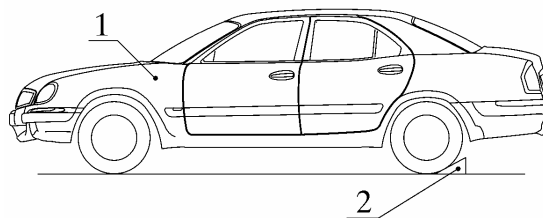

Рис. 3. Установка автомобиля на смотровую яму:
4.1. Установить автомобиль 1 (рис. 3) на смотровую яму (или подъемник), выключить зажигание, установить рычаг КПП в нейтральное положение, затормозить автомобиль стояночным тормозом, установить под задние колеса два противооткатных упора 2, открыть капот (подъемник типа П-174 ГАРО, упоры типа 20 Ю-3901296).